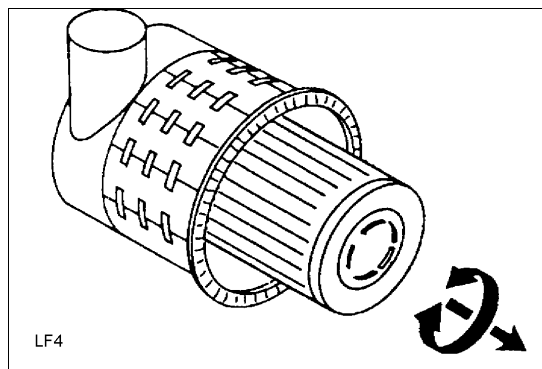

Fig. 3
- Quitar el elemento filtrante girándolo un poco (Fig. 3).